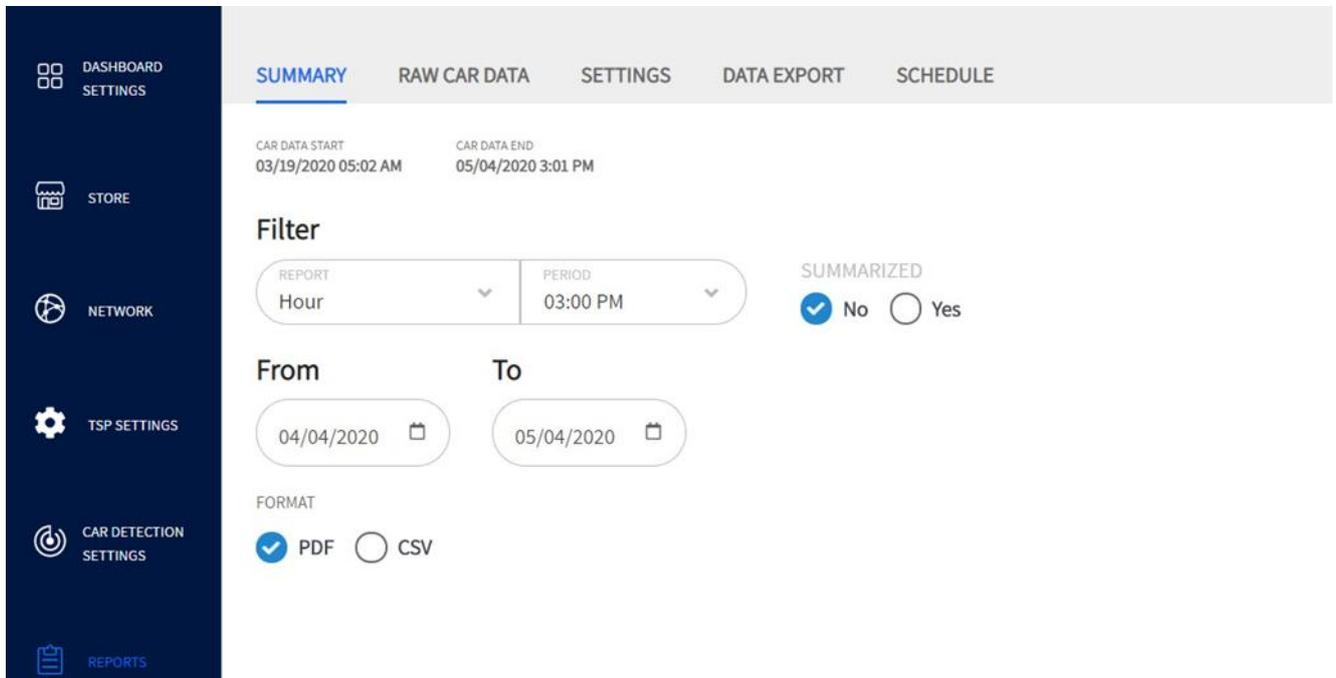

Abb. 8.1
**Beispiel:** Abb. 8.1 zeigt einen zusammengefassten Monatsbericht für die Stunde ab 15 Uhr über den Datumsbereich vom 4. April 2020 bis 4. Mai 2020.